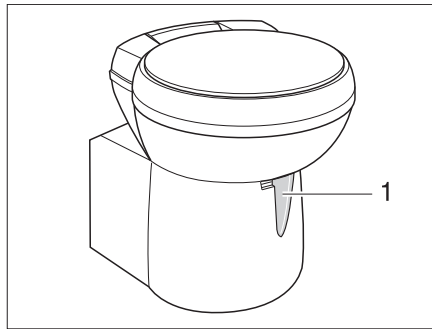

Fig. 380 Taza del inodoro Thetford, basculable
- Antes del lavado, abrir la corredera del inodoro Thetford. Para ello, empujar la palanca de corredera (Fig. 380,1) en sentido contrario a las agujas del reloj.